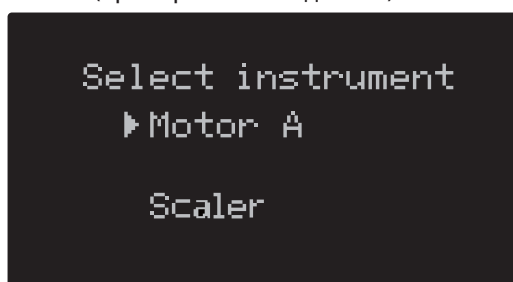

Рис. 3 Показания дисплея при выборе инструмента
- 2) Нажмите **[ESC]**, когда на дисплее рабочие параметры. На экране появится выбор инструмента Мотор (Motor A) или Скалер (Scaler). См. Рис. 3.